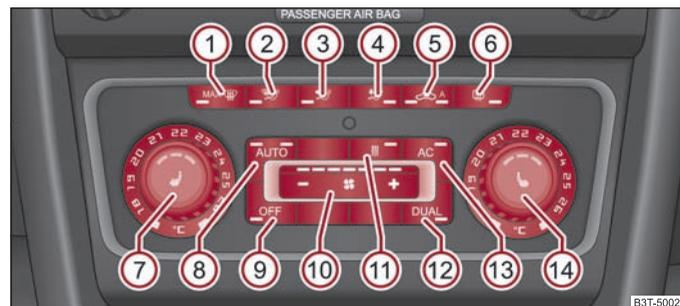

Abb. 122 Climatronic: Bedienelemente
- Drücken Sie die Taste **AUTO** ⇒ Abb. 122.
- Wenn die Frontscheibe beschlägt, drücken Sie die Taste   => Seite 116, Abb. 122. Nachdem die Frontscheibe beschlagfrei ist, drücken Sie die Taste .
- Drücken Sie die Taste  ⇒ Seite 116, Abb. 122.